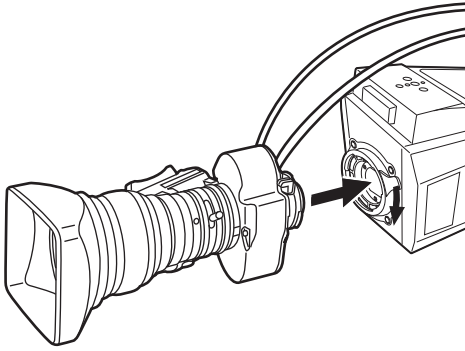

図 1
- 2 レンズを取り付け、レンズ固定レバーを下げて、レンズをしっかり固定する。(図 1)